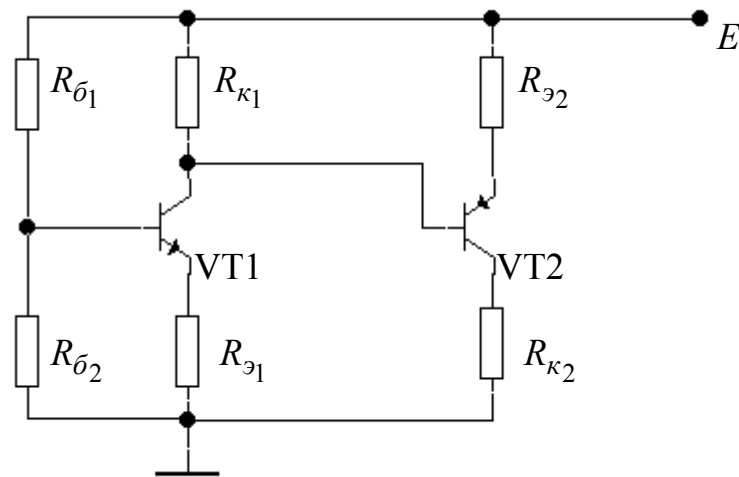

Рисунок 2.4
10. Определите элементы схемы рис. 2.4 так, чтобы при напряжении питания $E = 12 \text{ В}$ и сопротивлении $R_{\kappa 1} = 200 \text{ Ом}$ обеспечить следующий режим работы транзисторов: $U_{\kappa 01} = 4,8 \text{ В}$, $U_{\kappa 02} = 5 \text{ В}$, $I_{\kappa 01} = I_{\kappa 02} = 5 \text{ мА}$, $U_{\bar{\delta} 01} = 0,2 \text{ В}$, $U_{\bar{\delta} 02} = -0,2 \text{ В}$ и $I_{\bar{\delta} 01} = I_{\bar{\delta} 02} = 0,1 \text{ мА}$.